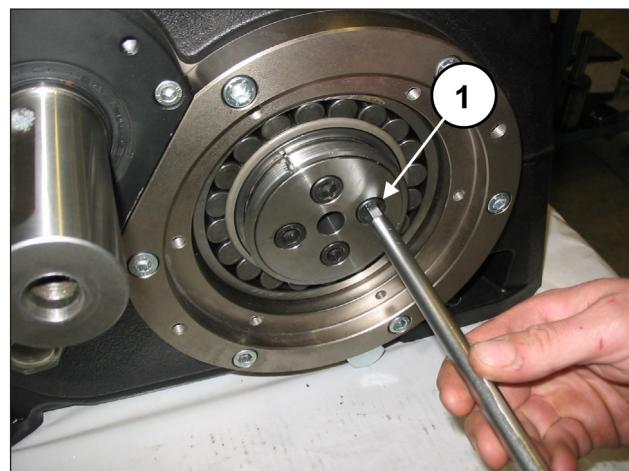

Fig. 88
Aperte os dois flanges de bloqueio da bússola do eixo de manivela, mediante 4+4 M12x25 (pos. ①, Fig. 88).